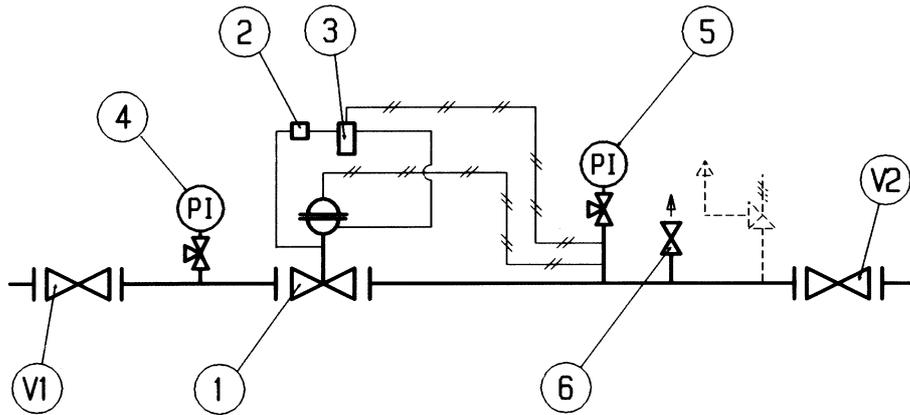

Fig. 12
5.3 PUESTA EN SERVICIO DEL REGULADOR REFLUX 819+PILOTO204/A+R14/A (FIG. 12)
5.3 INSTALAÇÃO COM REGULADOR REFLUX 819 +PILOTO 204/A+R14/A (FIG. 12)